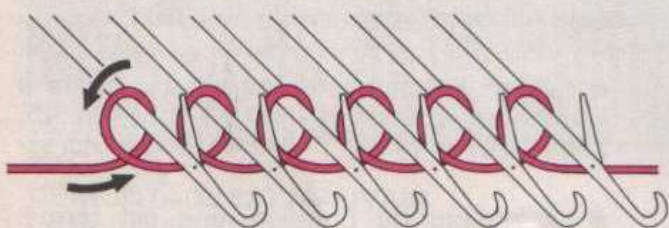

Fig. 56
- En commençant par la gauche, enrouler de la main droite la laine autour de chaque aiguille, dans le sens inverse des aiguilles d'une montre (fig. 56),